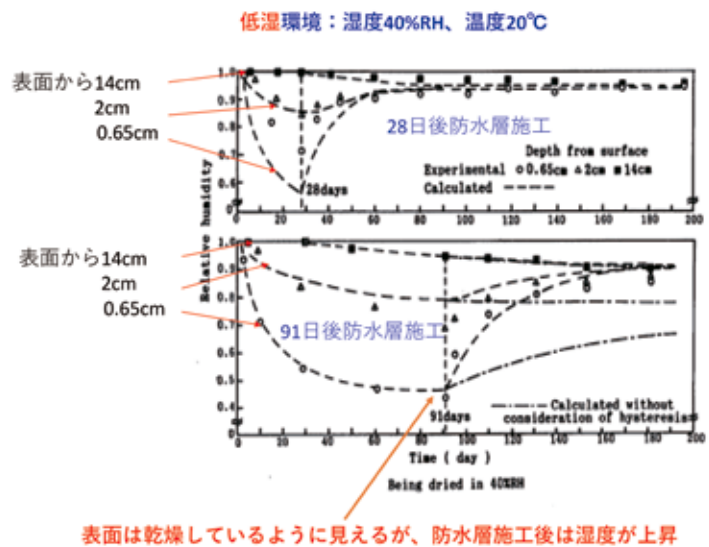

図2 防水層施工前後のコンクリートの乾燥状態（低湿環境）
- ・下地の水分（防水層の膨れの原因）。コンクリートは表面が乾いていても内部は湿潤状態が続く。（図2）